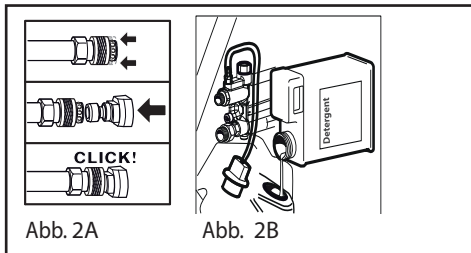
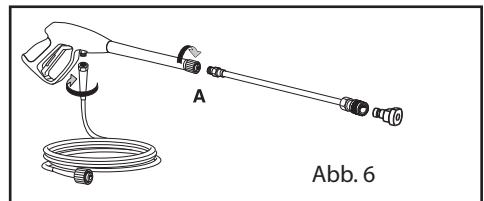

Abb. 2A
Abb. 6
Die Düse CHEMICAL so in die Lanze (Abb. 2A). Das Saugrohr mit Filter in den Reinigungsmitteltank halten (Abb. 2B). Die Maschine einschalten, die Vermischung des Reinigers erfolgt automatisch beim
2. Den Hochdruckschlauch an die Sprühpistole anschliessen. Das Zubehöerteil gegen den Widerstand der Feder in das Verlängerungsstück der Pistole einsetzen und bis zur Sperposition drehen (Abb. 6). Einfügen Sie bitte die Düse (Abb. 2A).